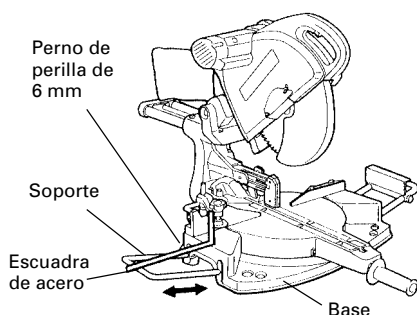

Fig. 12
(1) Como se indica en la Fig. 12, utilice una escuadra de acero para alinear el borde superior de los soportes con la superficie de la base.
(2) Después de la alineación, asegure los soportes con pernos de perilla de 6 mm (accesorios opcionales).